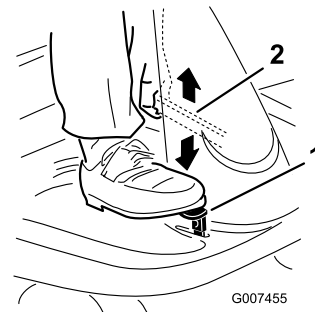

Figura 4
1. Pise a fondo el pedal de freno y manténgalo en esa posición (Figura 4).
2. Levante la palanca del freno de estacionamiento (Figura 4) y levante poco a poco el pie del pedal de freno.
1. Pise a fondo el pedal de freno (Figura 4) y manténgalo en esa posición.
2. Empuje hacia abajo la palanca del freno de estacionamiento (Figura 4) y levante poco a poco el pie del pedal de freno.